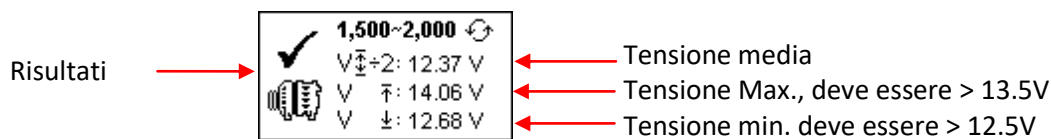

Fig.47
10. Mantenere il motore da circa 1.500 a 2.000 giri/min, facendo riferimento al contagiri del cruscotto, come mostrato nell'esempio (Fig. 47) Attendere il termine del conto alla rovescia da 10s a 0s. Non appena terminato il conto alla rovescia, i risultati verranno automaticamente visualizzati come esempio mostrato di seguito (Fig. 47).
12. Continuare dal test precedente (Fig. 47, 48 o 49); entro cinque secondi, l'analizzatore procederà automaticamente al test di ondulazione a diodi. Il display mostrerà come sotto (Fig.50).